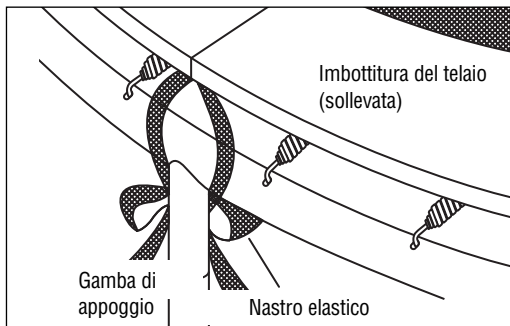

Fig. 5.2
- b) Legare innanzi tutto i nastri elastici dietro le gambe di appoggio. (v. fig. 5.2)